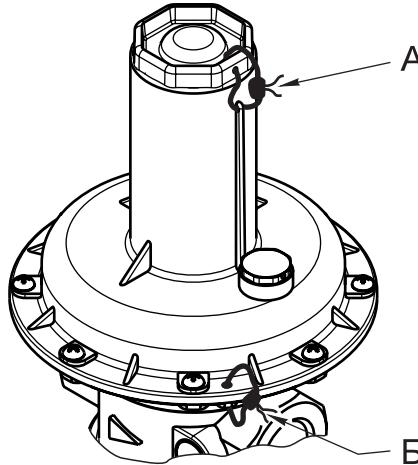
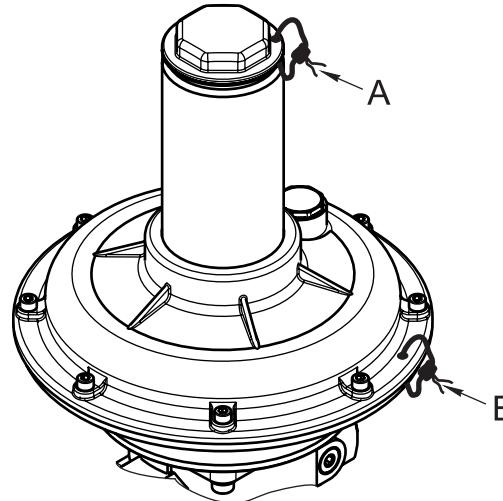

Рис. 6
Рис. 7
- используя шестигранные отверстия в регулировочном винте 5 (рис. 7) при его повороте по часовой стрелке можно увеличить давление срабатывания на клапане до заданного значения. Поворачивая регулировочный винт 5 против часовой стрелки происходит уменьшение давления срабатывания. После проведения регулировки защитную пробку 3 (см. рис. 1) необходимо установить в прежнее положение.
4.5 Пломбирование клапана (рис. 6 - для DN 15 - 25, рис. 7 - для DN 32 - 50).
4.5.2 Для пломбировки используйте проволоку диаметром 0,8 - 1,5 мм, которую необходимо протягивать через отверстия, расположенные в защитной пробке и плоскости соединения корпусных деталей (рис. 6 и 7, места А и Б). Пломбировка места Б произведена на заводе-изготовителе. Пломбировка места А осуществляется после настройки клапана на необходимое давление срабатывания.